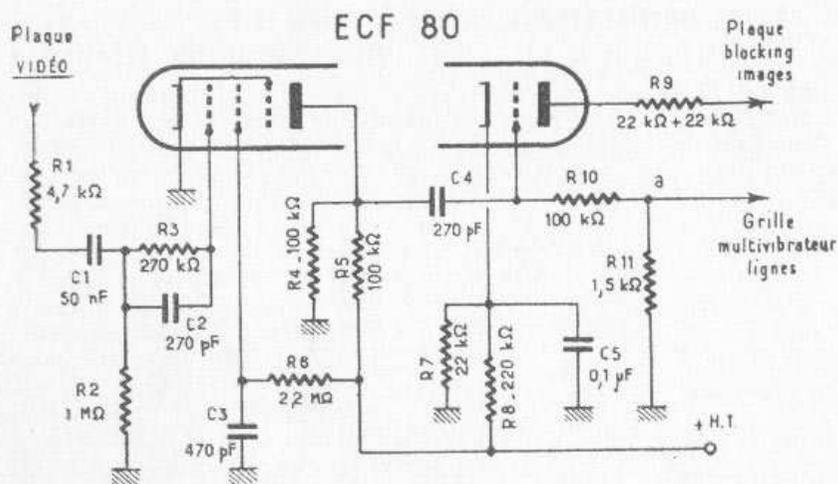

Fig. 3. — La séparatrice ECF80 est classique. La partie triode est surpolarisée par la cathode et les tops lignes sont recueillis sur la grille.
Cette fonction est confiée à la pentode d'une ECF80 (fig. 3), dont le montage ne présente rien de particulier. Les tops images, synchronisant le blocking correspondant, sont prélevés à la sortie de la triode ECF80, surpolarisée par la cathode suivant la technique classique. Les tops lignes, destinés au multivibrateur correspondant, sont recueillis sur la grille de la triode et appliqués à un relaxateur lignes par l'intermédiaire du diviseur $R_{10}-R_{11}$, qui, avec la capacité d'entrée de la lampe, en parallèle sur R_{11} , constitue un ensemble de mise en forme pour les tops.
Multivibrateur à couplage cathodique (12AU7) suivi d'une EL36. La grille « de commande » du multivibrateur est réunie directement au point *a* de la figure 3. La lampe finale EL36 est munie d'une résistance de 7,5 k Ω dans son circuit d'écran et attaque un transformateur de sortie lignes (type ANC3 Vidéon) associé à une EY81 et à une EY86. L'amplitude du balayage horizontal est ajustable à l'aide du noyau d'une bobine.
gnes laisse à désirer et qu'il se produit des déchirures horizontales, il est conseillé d'adjoindre au téléviseur le boîtier correcteur de fréquence qui s'adapte par son bouchon à 3 broches dans un support où se trouve normalement un bouchon avec la résistance R_{11} de la figure 3.
1. — La synchronisation du blocking se fait « en série », en ce sens que la plaque de la triode de la figure 3 reçoit sa tension à travers l'enroulement de plaque du transformateur T1;